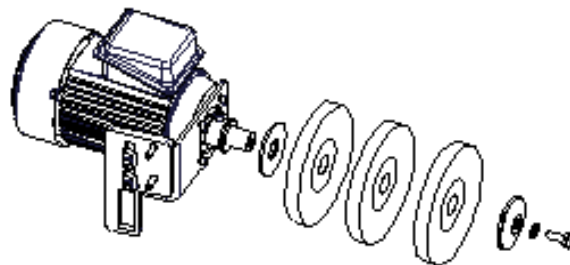

Рисунок 43
Установите на место новый комплект полировального инструмента (3), следуя монтажной схеме (рис. 43).